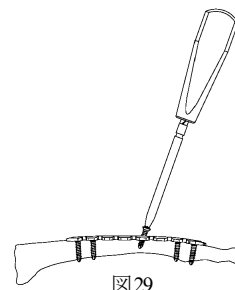

図29
- 1) ヘクスローブ15 ドライバーにて3.5 コーティカルスクリュー (S) を抜去します。(図29)